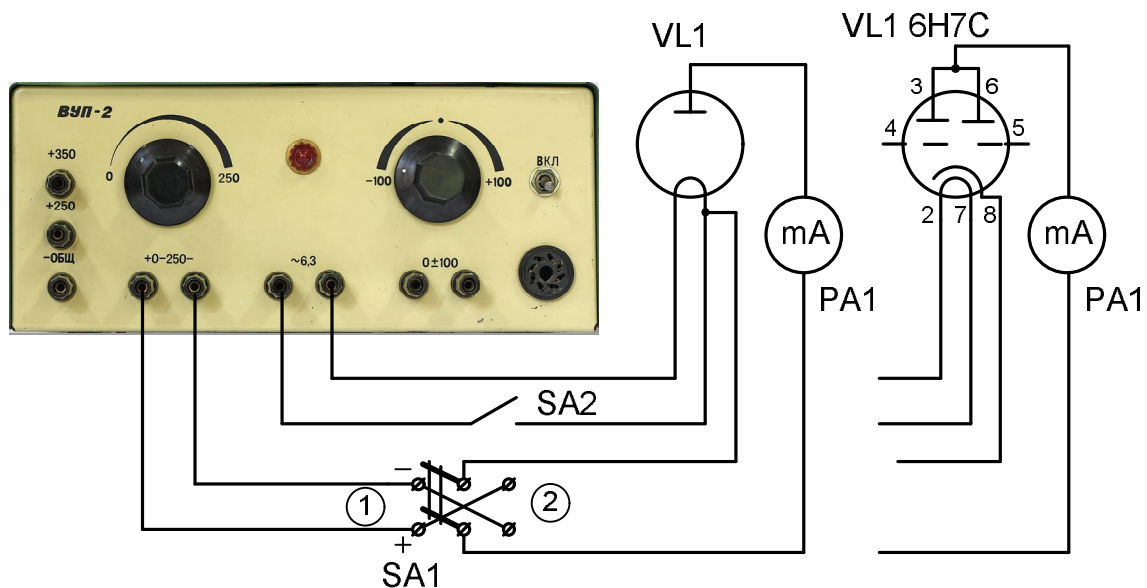

Рис. 21
1. Зберіть електричне коло згідно з рис. 21. Електронна лампа VL1 – це демонстраційний вакуумний діод. Напруга 6,3 В для живлення нитки розжарення та анодна напруга 250 В забезпечуються ВУП-2 (250 В від регульованого виходу). Для вимірювання анодного струму використовуйте мультиметр, включений в режимі вимірювання постійного струму.
При відсутності демонстраційного вакуумного діоду можна використати тріод 6Н7С, схему приєднання якого до випрямляча теж зображено на рис. 21.